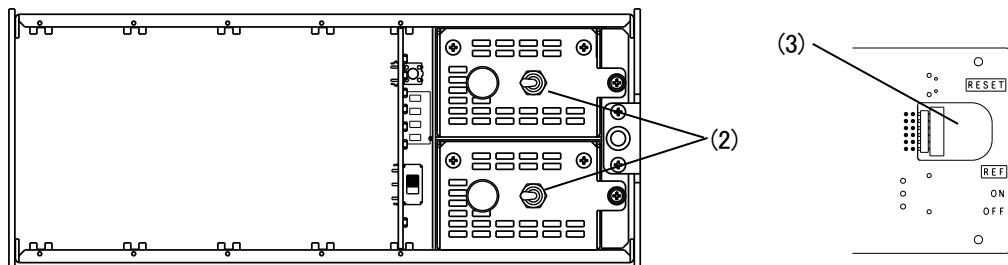

図7-2 前面パネル取り外し後
(2) 筐体(図 7-2 (2))の電源スイッチを OFF にします。安全のため電源ケーブルを抜きます。
(3) SNMP ボードを取り外します。
- ・SNMP ボード引き抜き穴(図 7-2 (3))に指を引っかけ引き抜きます。
(6) 電源ケーブルを筐体に接続し、筐体(図 7-2 (2))の電源スイッチを ON にします。
(7) DIP SW の「工場出荷時設定」を解除します。
- ・筐体(図 7-2 (2))の電源スイッチを OFF にします。安全のため電源ケーブルを抜きます。
(8) 電源ケーブルを筐体に接続し、筐体(図 7-2 (2))の電源スイッチを ON にします。
(9) 前面パネルを取り付けます。